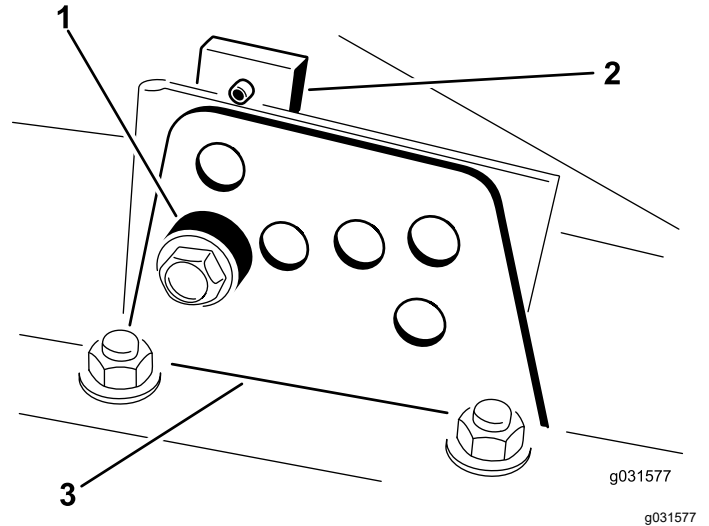

图 19
2. 拧松将各剪草高度支架固定至剪草高度板的螺栓前面和两侧如图 19 所示。
4. 在支撑起切割腔的同时取出隔片 (图 19)。